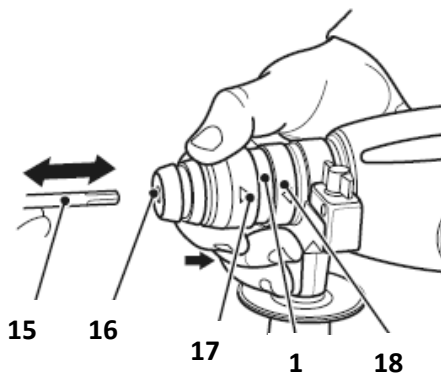

Рис.4
Рис.4а
- Для установки бура (15) необходимо отжать по направлению стрелки, от защитного колпачка (16), разблокировочную втулку (17) патрона SDS plus (1) **Рис.4.**
- Установить бур (15) в патрон (1) и отпустить разблокировочную втулку (17) в исходное состояние.
- Для извлечения бура (15) из патрона (1) проделать те же самые действия.
- Блокирующая обойма (18) предназначена для фиксации и быстрой смены патрона SDS plus (1).
ВНИМАНИЕ! Для установки сменного инструмента в изделие, в первую очередь, необходимо очистить хвостовик (вытереть насухо чистой тряпкой), а затем смазать небольшим количеством (0,5-1 г) специальной смазки для буров **Рис.4а.**
- Предварительно необходимо снять патрон SDS plus, отжав блокирующую обойму (18) **Рис.4.**